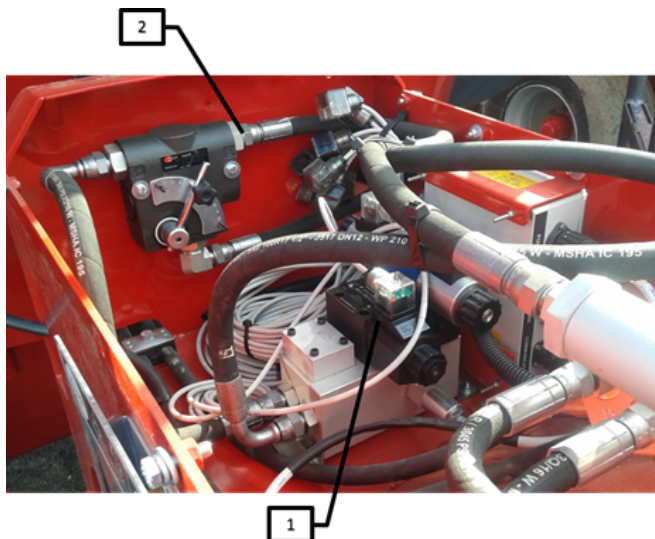
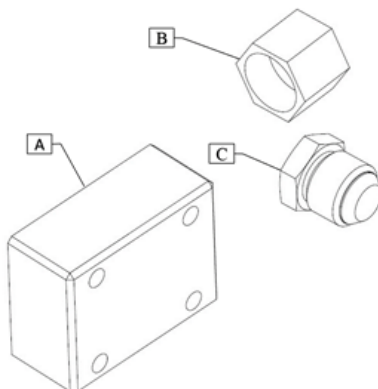

Figure 11 — Nez d'un mélangeur sans convoyeur
Figure 12 — Bouchons et plaque de recouvrement
2. Enlevez la valve de recirculation d'huile et son connecteur électrique (Figure 11, repère 1).
4. Installez la plaque de recouvrement sur le distributeur d'huile (Figure 11, repère 1).
5. Débranchez le flexible hydraulique (Figure 11, repère 2).
6. Installez le bouchon (Figure 12, repère C) sur le flexible hydraulique.
7. Installez le bouchon (Figure 12, repère B) sur le diviseur de débit (Figure 11, repère 2).
NOTE : Les bouchons (Figure 12, repères B et C) et la plaque de recouvrement (Figure 12, repère A) se trouvent dans la boîte noire fournie avec votre machine.